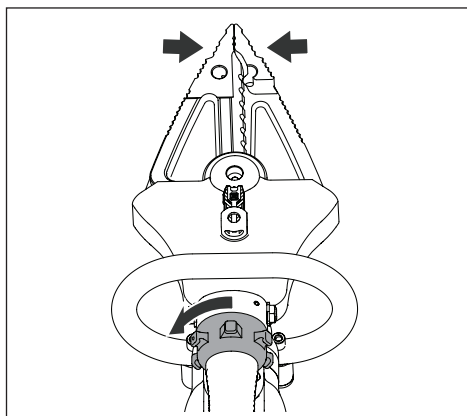

图 7, 刀片/钳口闭合
- 向左旋转控制旋钮，保持住，将刀片/钳口闭合。参见图 7。